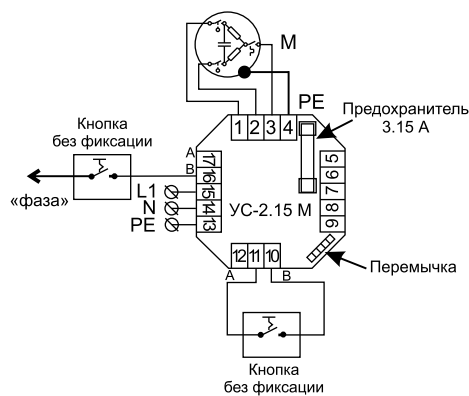

Рисунок 2.
- Подключить кнопку к «фазе» сети 230В и контакту 17 (можно 5) или 16 (можно 6) устройства И/ИЛИ подключить кнопку к контактам 11 и 10 устройства (см. Рис.2).